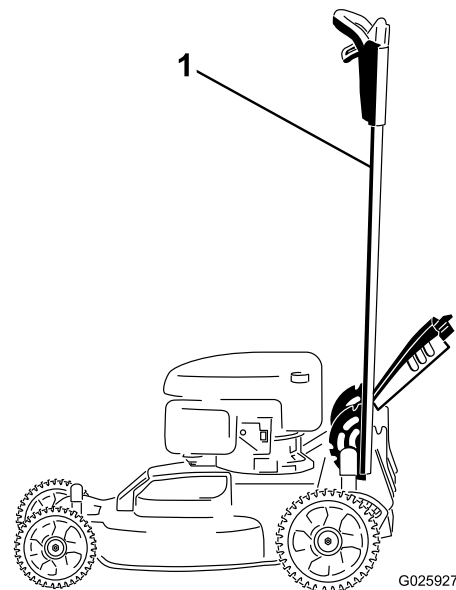

Рисунок 38
- Зафиксируйте рукоятку в вертикальном положении (Рисунок 38); см. Регулировка высоты рукоятки \(страница 14\).